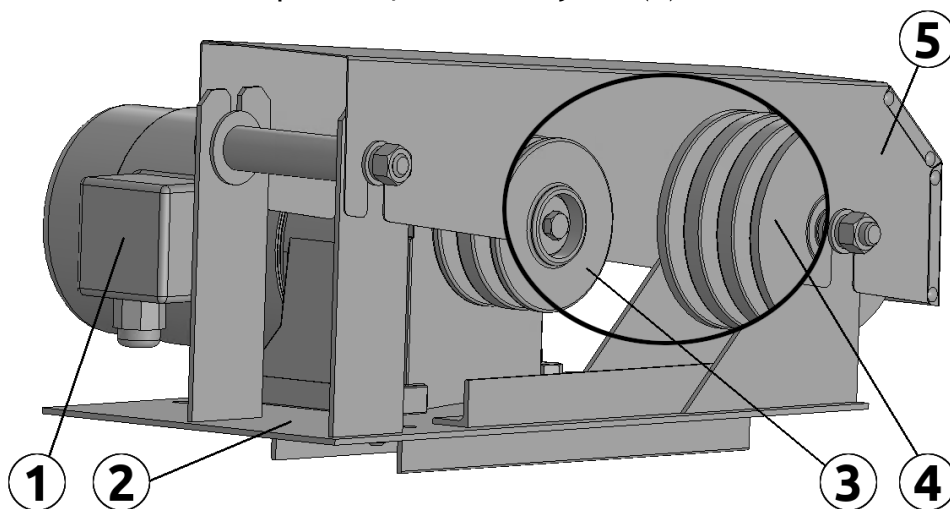

Рисунок 3.14
Привод раздатчика кормов (рис. 3.14) - это мотор-редуктор (1), установленный на корпусе (2). На выходном валу мотор-редуктора установлен приводной шкив (3). Приводной шкив вместе с вспомогательным шкивом (4) образуют пару типа полиспаста, через которую канату передается крутящий момент для перемещения мобильной тележки. Узел накрыт защитным кожухом (5).